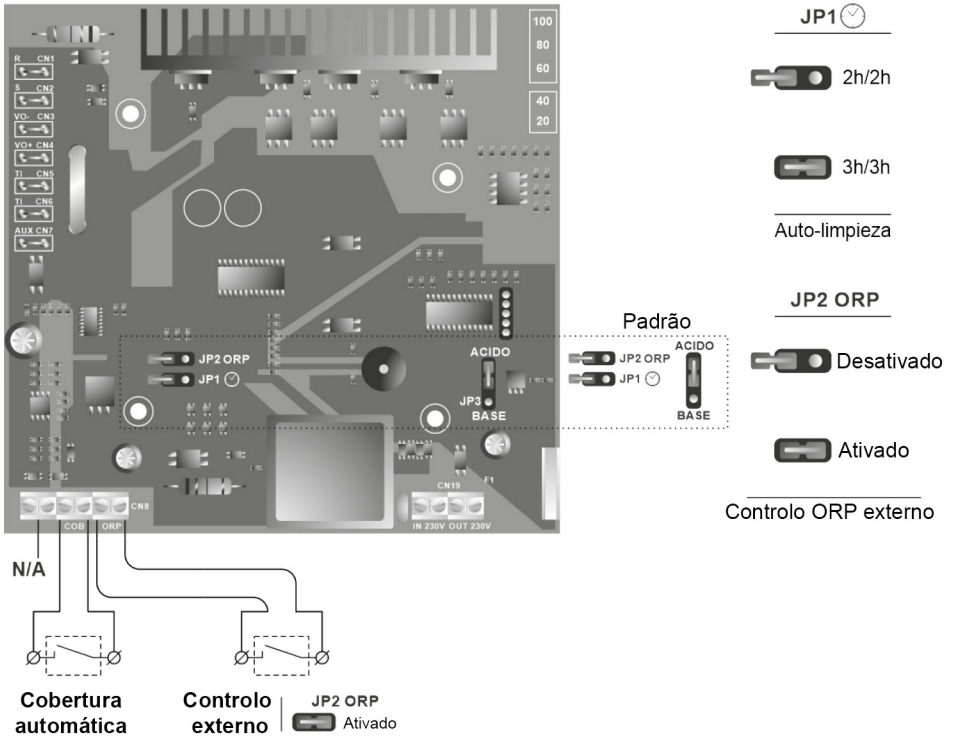

Fig. 11
- **Sistema de AUTOLIMPEZA DOS ELÉCTRODOS:** A frequência de inversão pode-se seleccionar através do jumper “JP1” situado na placa de controlo do sistema (Fig. 11). Esta configuração ficará efetiva quando o equipamento seja desconectado e conectado novamente.